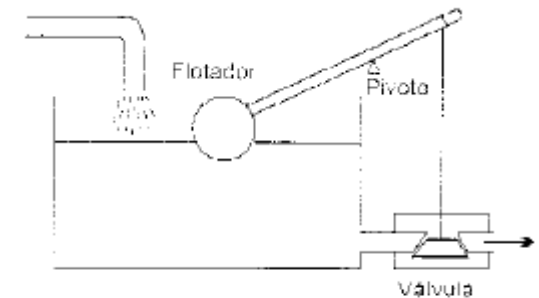

Figura 1.21 Sistema de control de nivel proporcional
- ❑ En la figura 1.21 se muestra un ejemplo de tal sistema de control para mantener constante el nivel de un líquido.